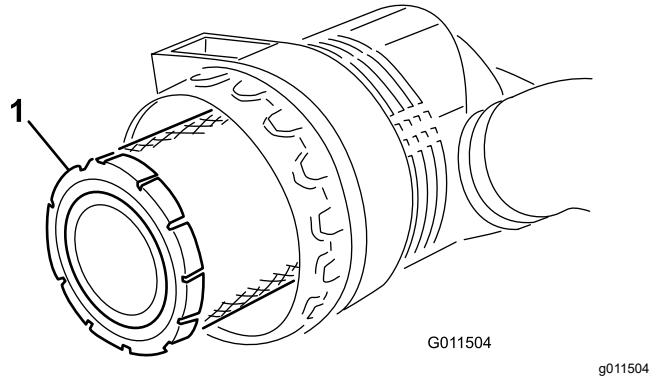

Figure 50
3. Déposez et remplacez le préfiltre (Figure 50).